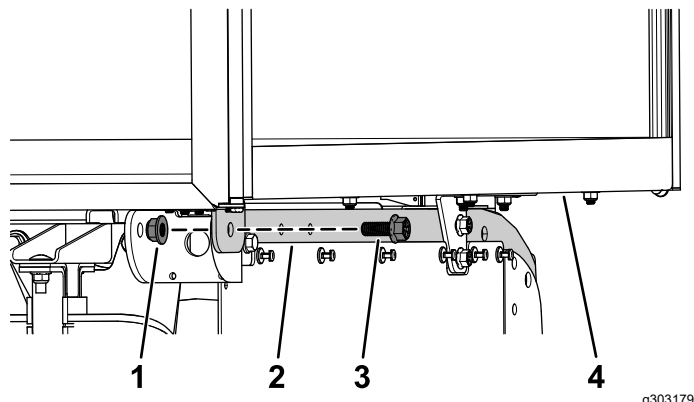

Figure 8
3. Fixez l'arrière de la caisse de fourgonnette utilitaire de chaque côté à l'arrière des tubes du cadre à l'aide d'un boulon à embase ($\frac{1}{2}$ " x $1\frac{1}{4}$ ") et d'un écrou à embase ($\frac{1}{2}$ ") (Figure 8).